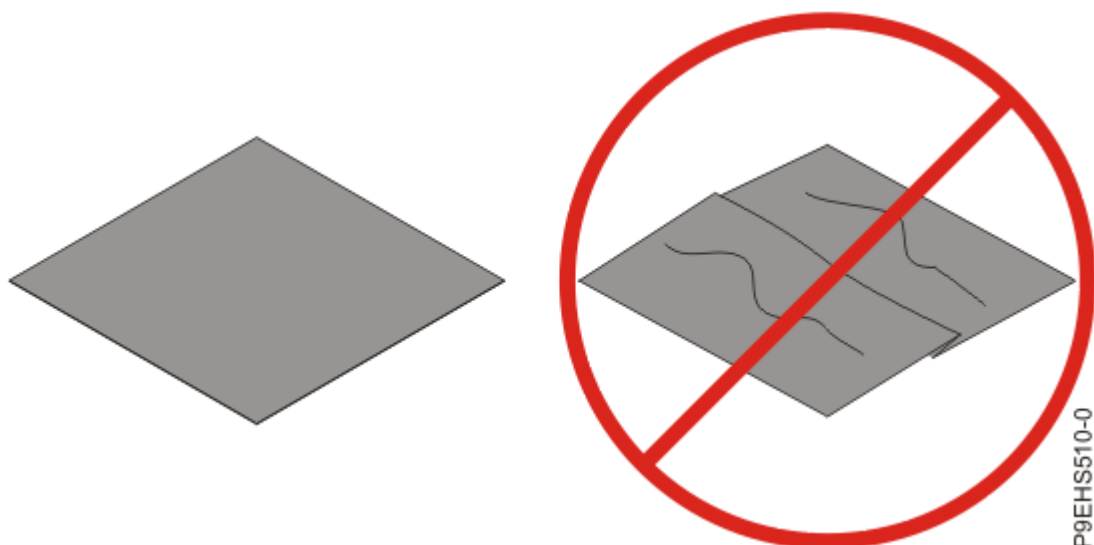

Figura 25. Inspeccionando o material da interface térmica
4. Inspeção o material da interface térmica (TIM) em busca de visíveis de dano, conforme mostrado na Figura 25 na página 28.